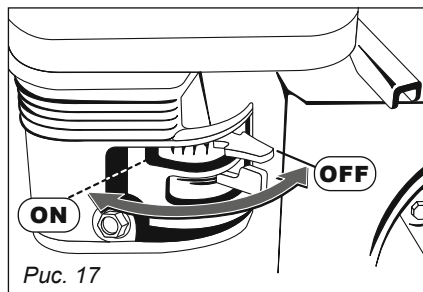

Рис. 17
4. Поверните ручку управления воздушной заслонкой в положение «ON» (холодный старт двигателя), рис. 17.